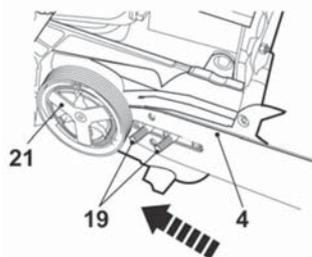

Fig. 3
- > Enfilez la fente du guide-chaîne [4] sur les boulons [19], puis poussez le guide-chaîne [4] vers le pignon d'entraînement (22) situé à gauche, derrière l'embrayage [21]) (Fig. 3).